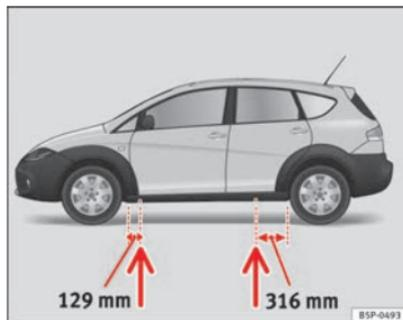

Abb. 172 Aufnahme-
- Suchen Sie den Aufnahmepunkt am Unterholm, der dem zu wechselnden Rad am nächsten liegt ⇒ Abb. 172.
Am Unterholm kennzeichnen jeweils vorn und hinten Eindrückungen die Stellen, an denen der Wagenheber angesetzt werden darf ⇒ Abb. 172. Es gibt für jedes Rad genau eine Stelle. An anderen Stellen darf der Wagenheber nicht angesetzt werden.